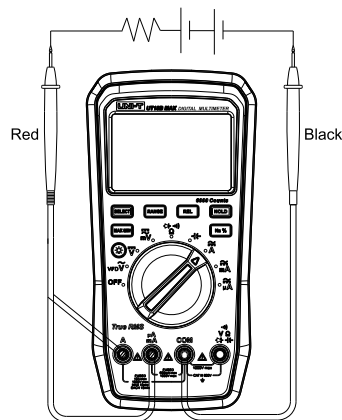

Abbildung 7
6. AC/DC-Strommessung (Abbildung 7)